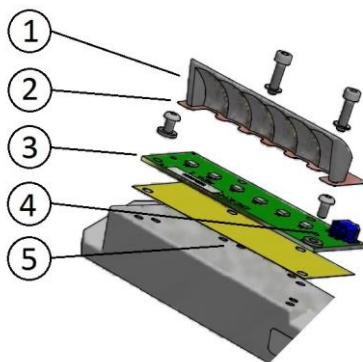

Figura 21 – Sostituzione del modulo LED
- scollegare il cavetto di alimentazione dal modulo LED (Figura 21 - n°4)
- rimuovere il modulo LED (Figura 21- n°3) ed il relativo riflettore (Figura 21 - n°1) dallo squadretto ferma prisma svitando le due viti TCEI M3x12
- assicurarsi che l'interfaccia termica (Figura 21 - n°5) sia correttamente posizionata sotto il modulo LED
- assicurarsi che il foglio isolante in Kapton (Figura 21 - n°2) sia correttamente posizionato sopra il modulo LED
- ricollegare il cavetto di alimentazione al modulo LED (Figura 21 - n°4)